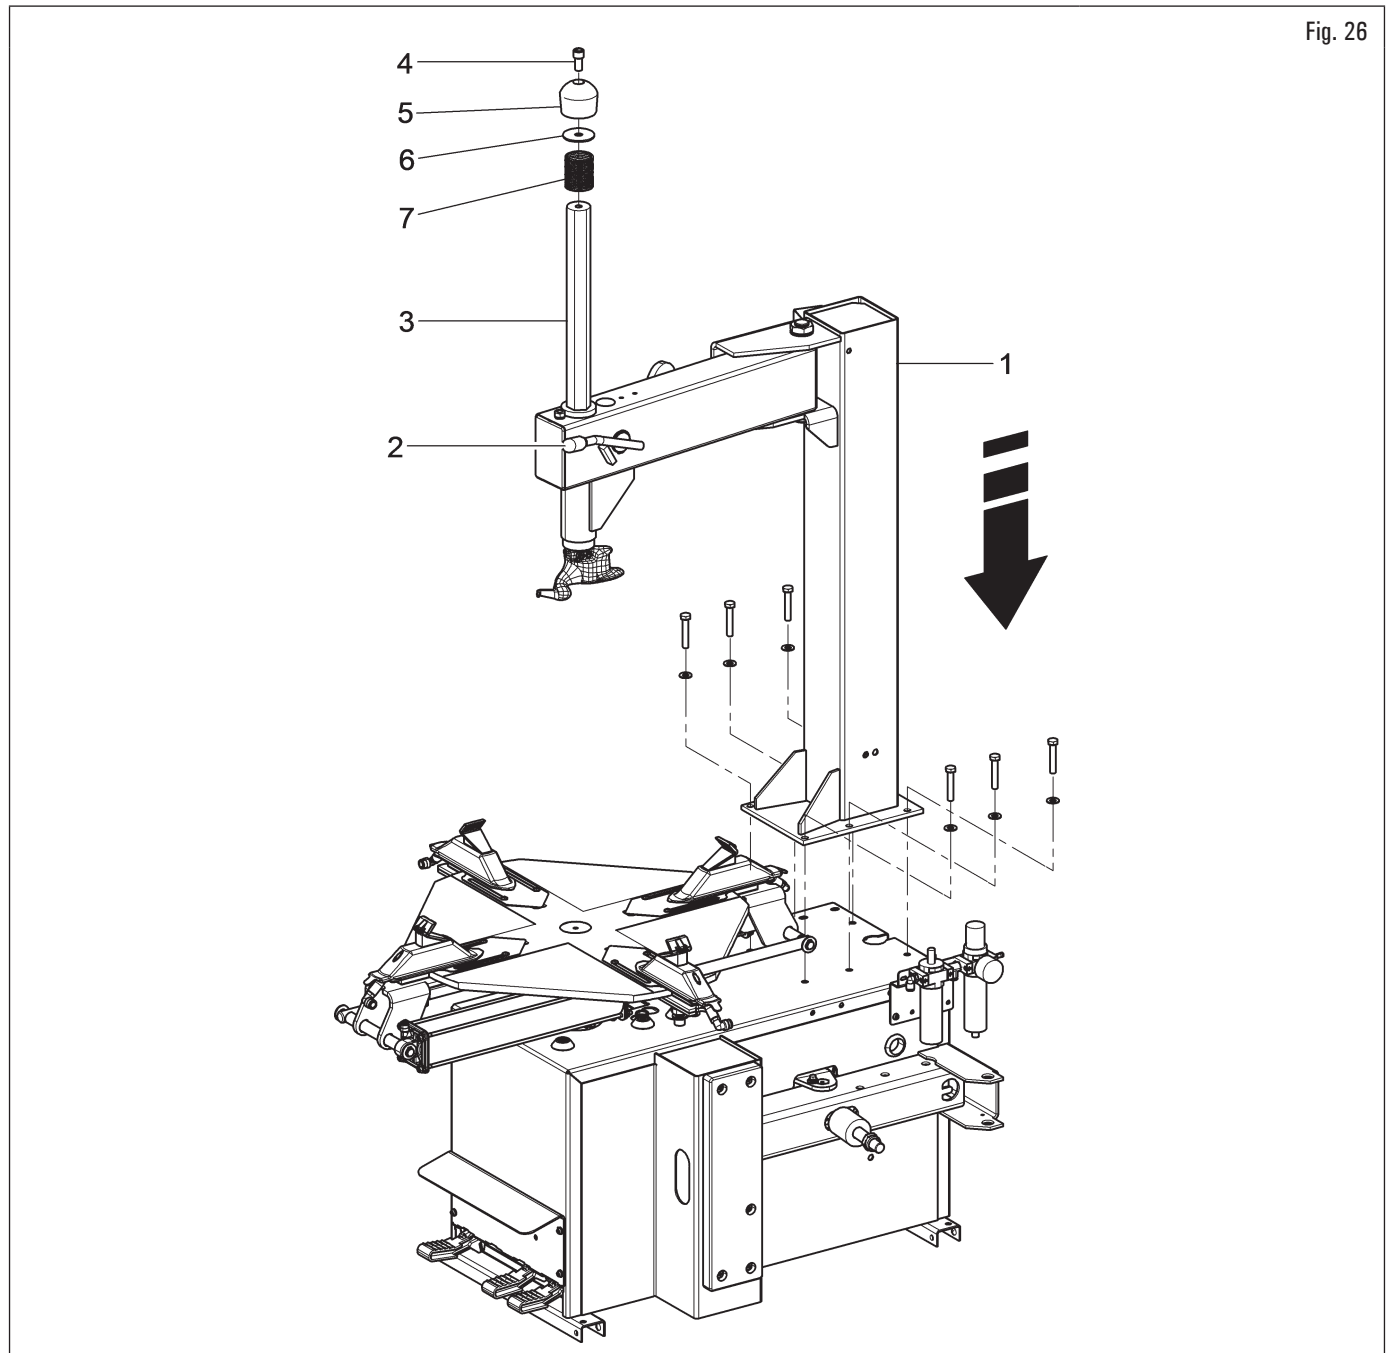

Fig. 26
2. liberare il palo (Fig. 26 rif. 1) dall'imballo e appoggiarlo sul basamento in posizione verticale;
3. fissare il palo (Fig. 26 rif. 1) sul basamento con le apposite viti fornite in dotazione;
4. sbloccare la leva (Fig. 26 rif. 2), portare il palo esagonale (Fig. 26 rif. 3) in posizione alta e bloccare la leva (Fig. 26 rif. 2); rimuovere la vite (Fig. 26 rif. 4) e relativa manopola (Fig. 26 rif. 5) con rondella (Fig. 26 rif. 6) dal palo esagonale (Fig. 26 rif. 3) quindi inserire la molla (Fig. 26 rif. 7); riposizionare la rondella, la manopola (Fig. 26 rif. 5) e fissare il tutto con la relativa vite (Fig. 26 rif. 4) (coppia di serraggio 15 Nm - 11 ft-lbs).